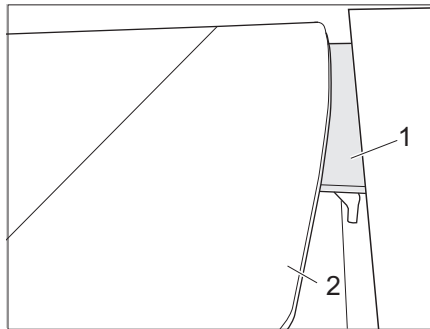

Bild 112 Sänk ner bord
- Sväng ner bordsskivan (Bild 112,2) på stödkanten (Bild 112,1).